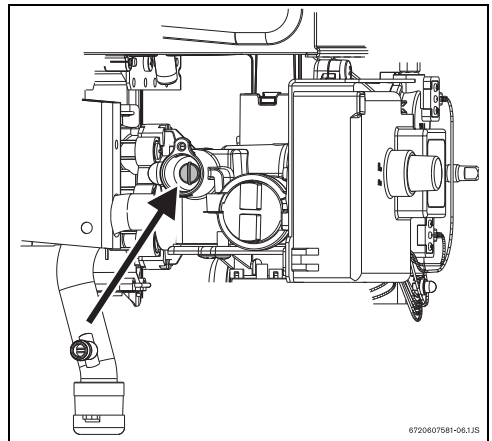

Fig. 13 Tornillo de ajuste de máximo caudal de gas
- ▶ Desmontar la cubierta del tornillo de ajuste del gas (Fig. 13).
- ▶ Utilizando el tornillo de ajuste (Fig. 13) regular la presión atendiente a los valores de la tabla 7.